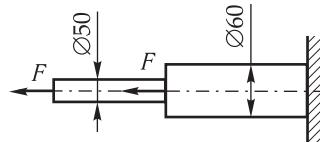

Рис. 2.12
**2.23.** До ступінчастого стрижня круглого поперечного перерізу прикладено дві однакові сили  $F$  (рис. 2.12). Напруження на лівій ділянці стрижня 80 МПа. Яке напруження на правій ділянці стрижня?